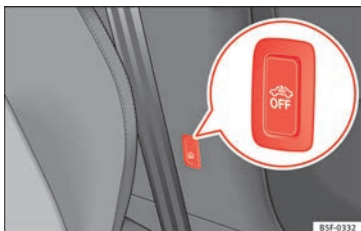

Abb. 136 Taste für Innenraum-/Abschleppschutzüberwachung
- Um die Innenraum- und Abschleppschutzüberwachung auszuschalten, schalten Sie die Zündung aus und drücken Sie die Taste **» Abb. 136**. Die Kontrollleuchte in der Taste leuchtet.